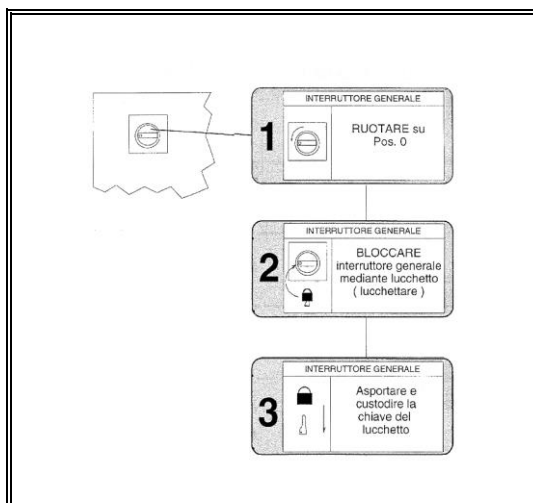

Рис. 8–1А Изоляция от источника подачи электроэнергии
2) Изоляция от источника подачи пневматической энергии (рис. 8–1В):